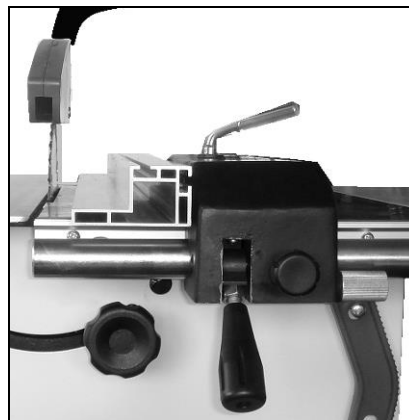

Fig 22
-Das Schneiden von schmalen Werkstücken (Breite unter 120mm) nur mit flachgelegter Anschlagsschiene vornehmen (Fig 22).